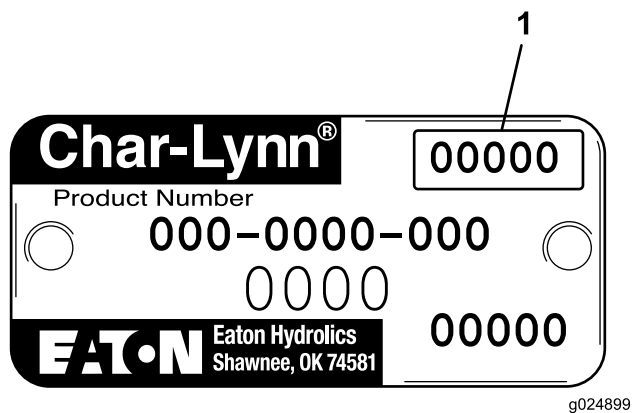

図 2
4. ユリウス暦日表示（図 2）を見て、該当するロットのものかどうかを判断する。暦日表示が 14311～19511のモータが該当する。